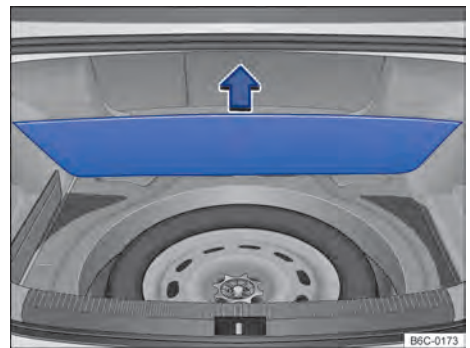

Fig. 117 En el maletero, por debajo del revestimiento del piso: rueda de emergencia y herramientas de a bordo. ▶
Las herramientas de a bordo y la rueda de emergencia están ubicadas en el maletero, debajo de la moqueta → fig. 117.
- Levantar el revestimiento del maletero → fig. 117.